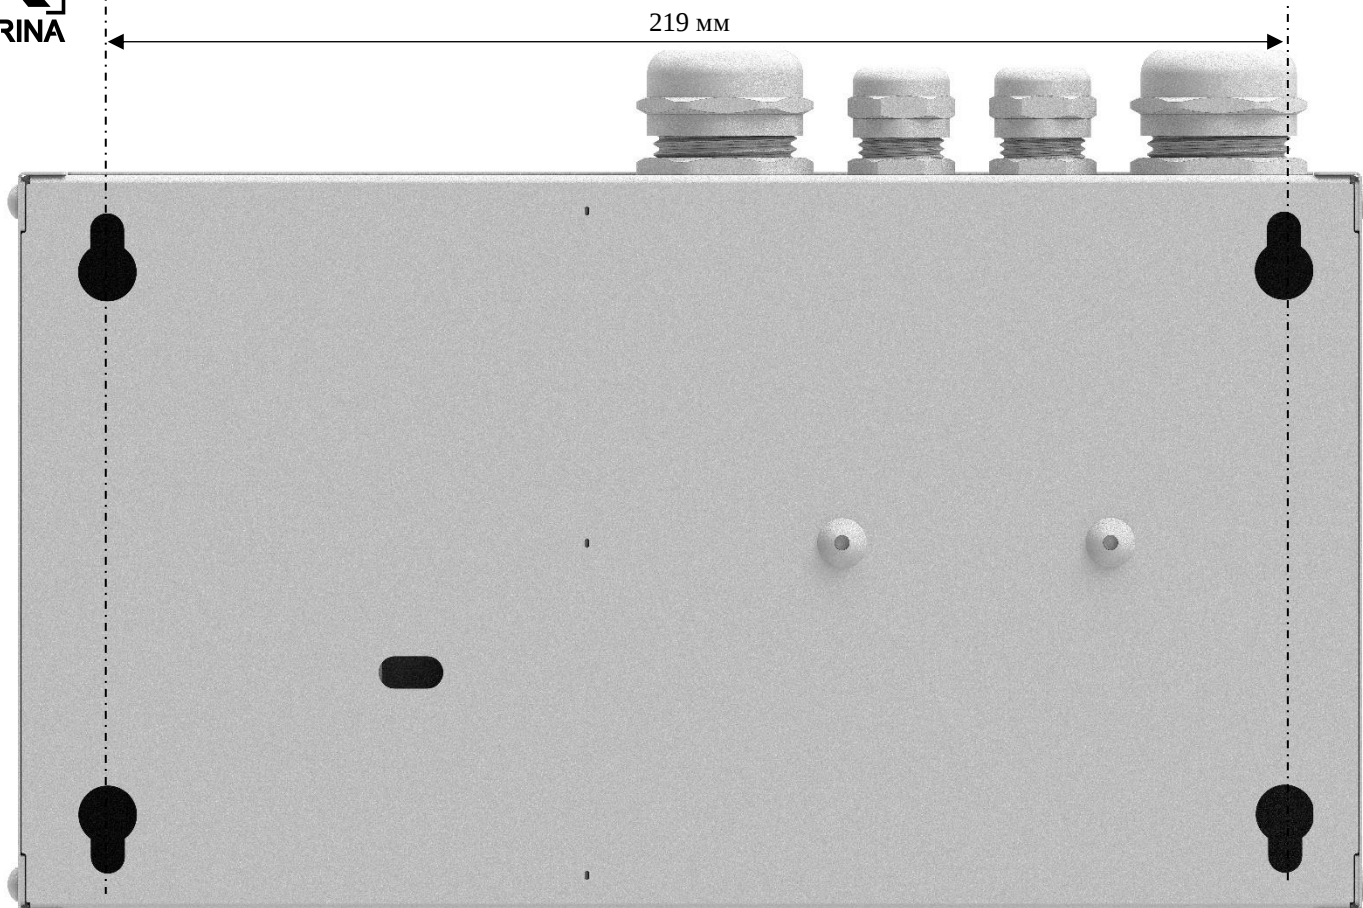

Рис. 16.: Блок мощности. Вид сзади.
1. Блок мощности необходимо устанавливать вне парильного помещения, в сухом, отапливаемом помещении, а также обеспечить защиту от влаги (прямое попадание воды на изделие). Монтаж произвести на дюбель-гвозди диаметром 6 мм (не входят в комплект). Расстояние между дюбель-гвоздями 219 мм (Рис.16.: Блок мощности. Вид сзади.). Допускается устанавливать блок мощности в электрощите или закрывать фальшпанелью, в которых предусмотрена система приточной вентиляции или вентиляционные отверстия.